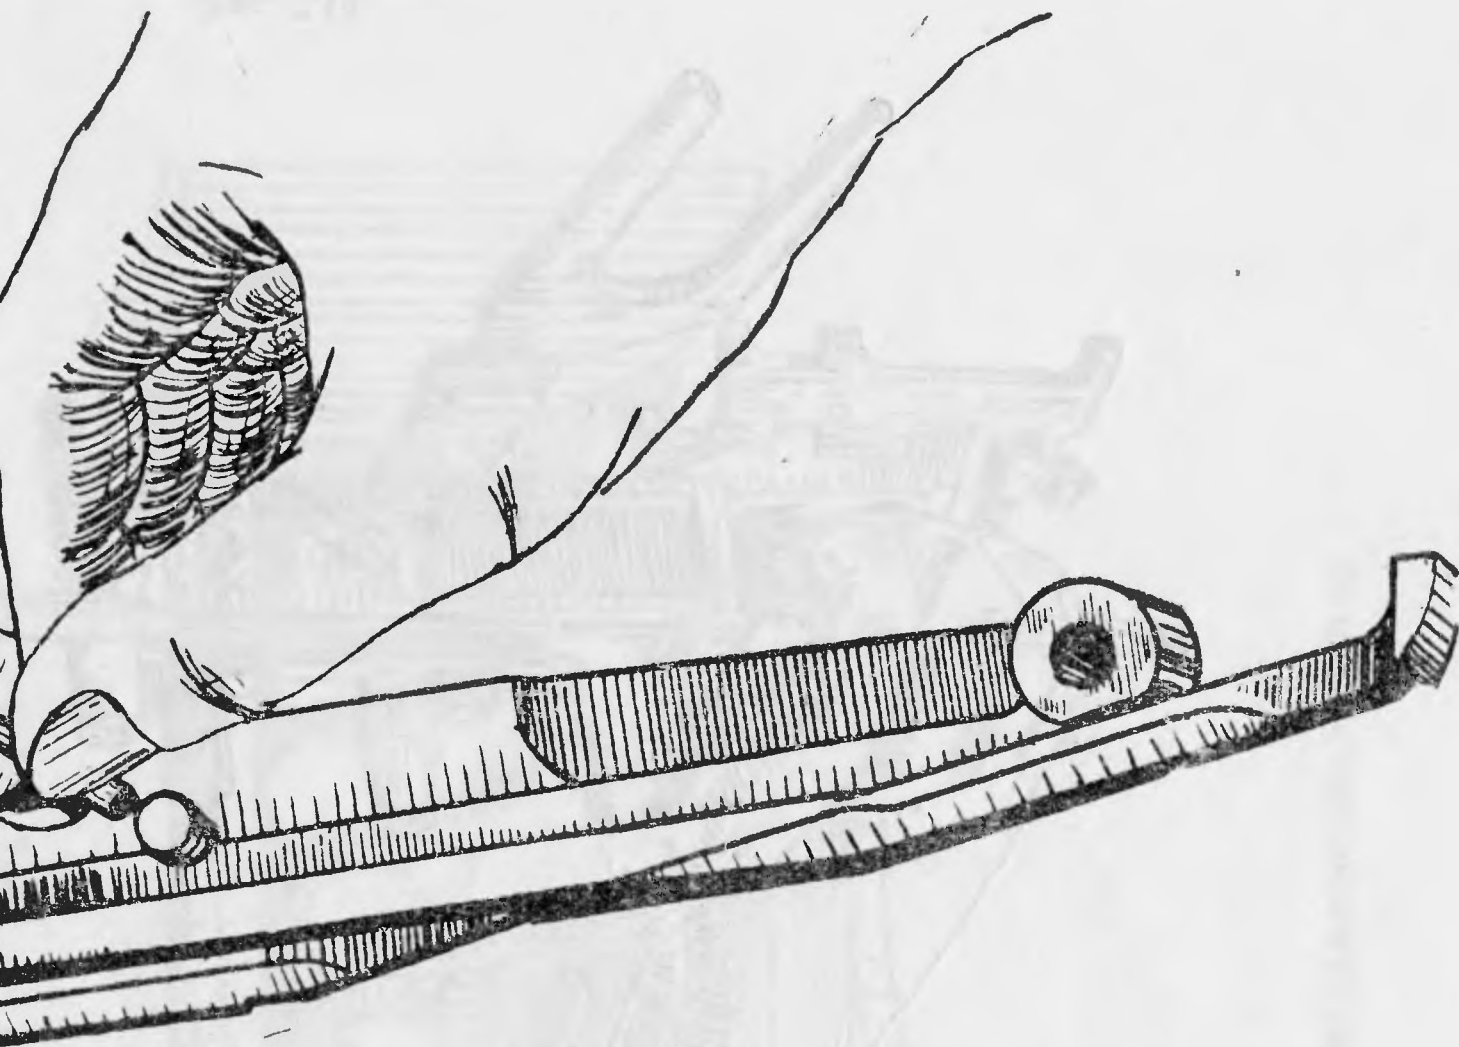

Рис. 7.17
1) поверните рычаг подачи таким образом, чтобы рычаг уперся в цапфу верхней серьги, а поводок рычага подачи — в выемку верхней серьги (рис. 7.17);